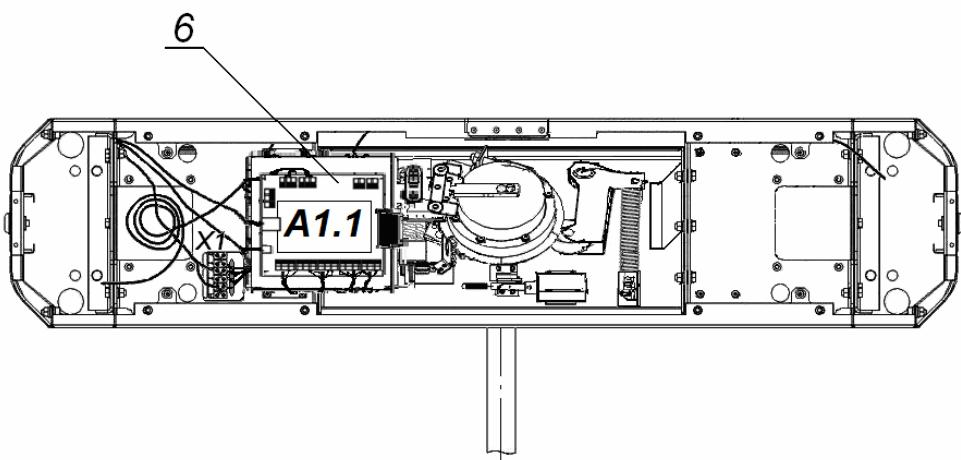

Рисунок 10. Схема прокладки кабелей в стойке ЭП
6. Подготовьте в полу отверстия под гильзы анкеров для крепления стойки ЭП. Установку и крепление стойки производите после прокладки всех кабелей в кабельном канале и внутри стойки. Схема прокладки кабелей в стойке показана на рис. 10.
7. Демонтируйте боковые заглушки (10), открыв ключом замки (11).
9. Снимите крышку стойки ЭП (3) (см. разд. 6).
10. Протяните кабели внутри стойки. Рекомендуемое расположение кабелей при прокладке внутри стойки показано на рис. 10.
14. Выполните заземление стойки ЭП в соответствии с требованиями ПУЭ («Правила устройства электроустановок»). Контакт заземления **Z1** (8, рис. 10) находится за боковой заглушкой стойки (10). Для крепления кабеля заземления на контакте используйте гайку M4.